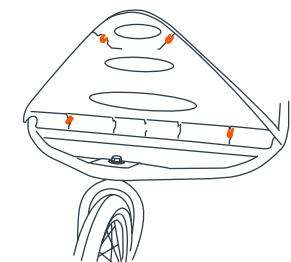

Fig. 5a
- 5) • Examiner le bas du pare-chocs. Vous remarquerez cinq tubes de plastique de 1/4 de pouce de diamètre qui saillent de la base (Fig. 5a).